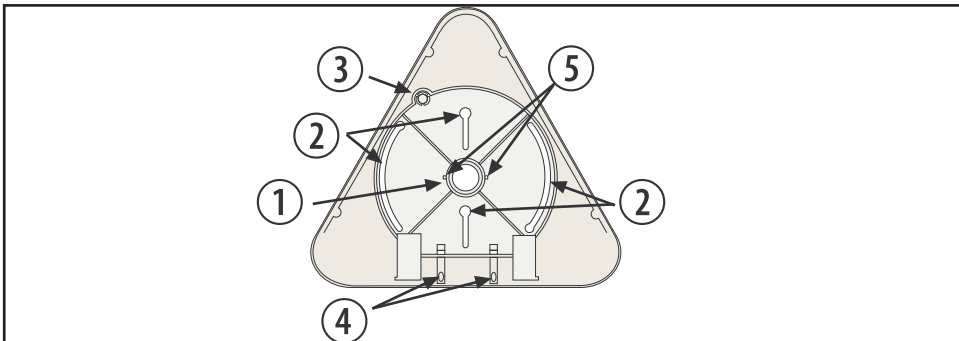

Figure 3.3 : Montage de la base
L'utilisation d'encoches de montage incurvées permet de faire pivoter le détecteur de 60° pour obtenir la couverture souhaitée. Voir Figure 3.3 Montage de la base référence (2).